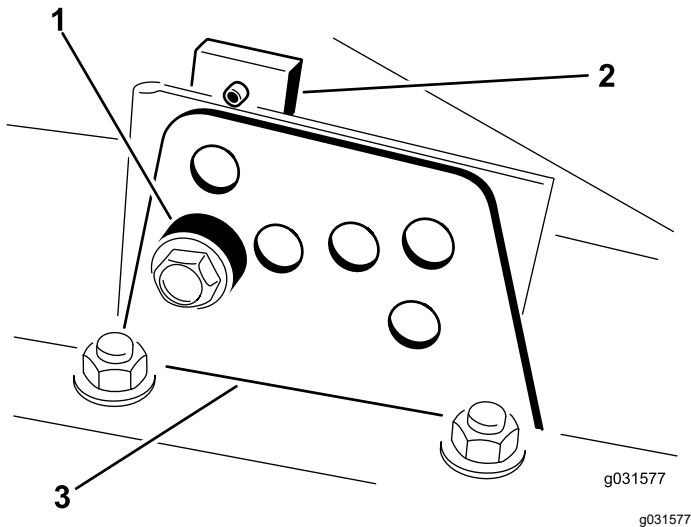

Figure 18
2. Desserrez le boulon qui fixe le support de hauteur de coupe à la plaque de hauteur de coupe (à l'avant et de chaque côté), comme montré à la Figure 18.